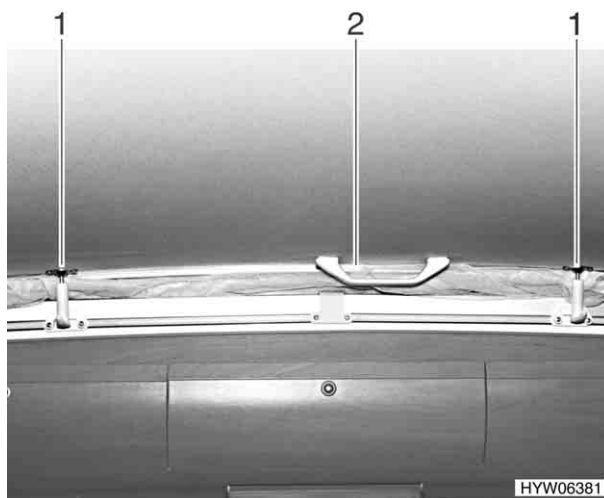

Fig. 23 Tetto sollevabile, chiuso
- Estrarre tutti i tenditori (Fig. 23,1) dal supporto, tirandoli verso il basso.
- Premere il tetto sollevabile verso l'alto mediante le maniglie (Fig. 23,2).